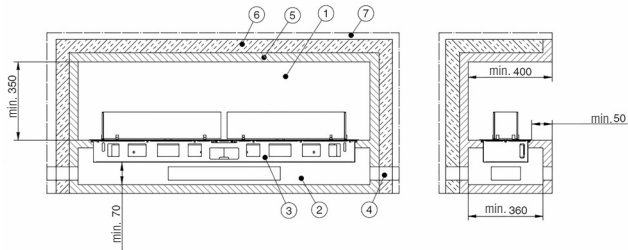

Abb. 29 Mindestmaße Feuerraum
- Die Wärmedämmung ist mit Matten, Platten oder Schalen aus silikatischen Dämmstoffen (Stein, Schlacke sowie Keramikfasern) der Baustoffklasse A1 nach DIN 4102 Teil 1 mit einer oberen Anwendungsgrenztemperatur von mindestens 700°C bei Prüfung nach DIN 52271 und einer Nennrohdichte von 80 kg/m³ zu verwenden. Diese müssen eine entsprechende Dämmstoffkennziffer nach AGI-Q 132 haben (Die Angabe der Wärmedämmstoffdicke (Abb. 29) bezieht sich auf Mineralwolle, gemäß AGI Q 132.).